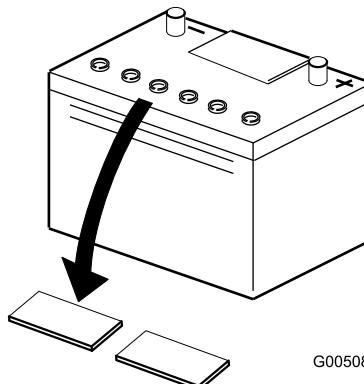

Figura 5
4. Pulite la parte superiore della batteria e togliete i tappi di sfato (Figura 5).